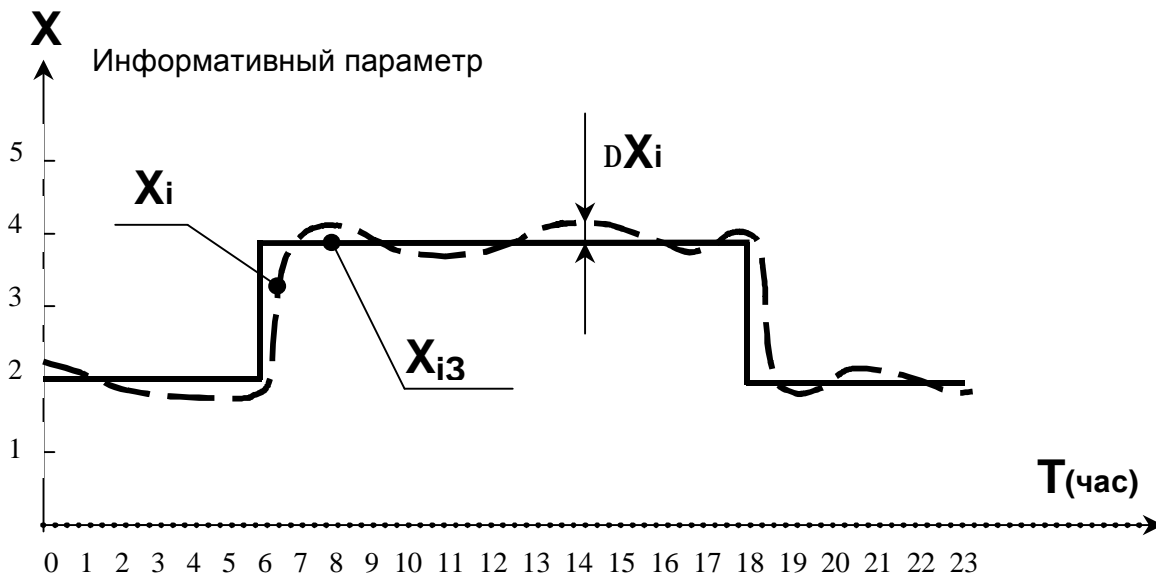

Рис.6.4.
6.5.4. Блок РЕГ на основе анализа величины ΔX_i , равной разности реально измеренных значений X_i и заданных значений X_{i3} , формирует отсчеты выходного сигнала Y_i , являющегося управляющим сигналом для регулирующего клапана. Регулирующий клапан оказывает на объект регулирования воздействие $Z(Y_i)$ таким образом, чтобы свести величину ΔX_i к нулю (см. график на рис.6.4.)